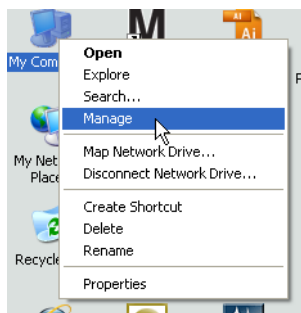

FIG. 34
- a. Fare clic con il pulsante destro sull'icona Risorse del computer sul desktop; quindi fare clic su Gestisci (FIG. 34).